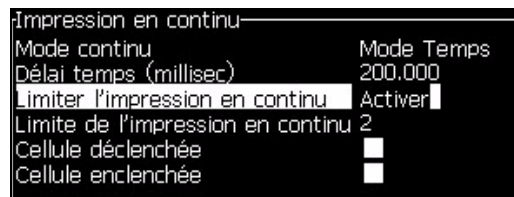

Figure 4-25: Boîte de dialogue *Impression en continu*
- 1 Sélectionnez *Impression en continu* dans le menu *Imprimer*. La boîte de dialogue *Impression en continu* apparaît (Figure 4-25).